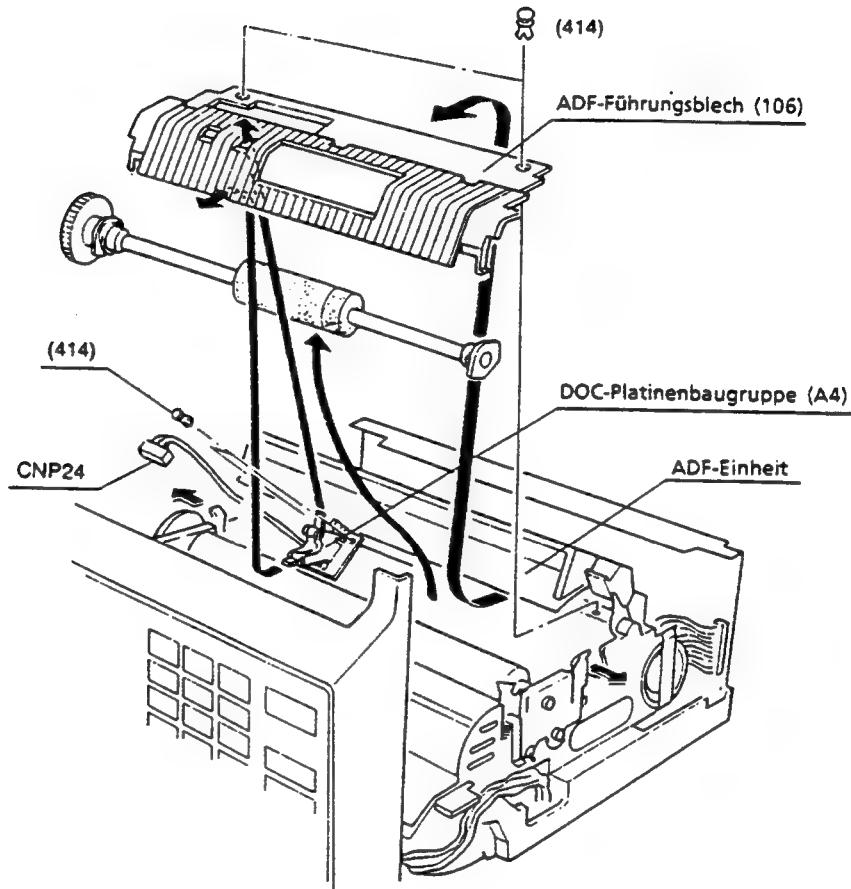

Abbildung 4.3.12
- (5) Entfernen Sie die DOC-Platinenbaugruppe (A4) (siehe Abbildung 4.3.12).
- (6) Entfernen sie die beiden Schrauben (407), die die Blattfedern (122) des Kontaktbildsensors und die Einstellplatte (112) des ADF-Sensors sichern.
- (7) Nehmen Sie den Kontaktbildsensor aus dem Hauptgehäuse heraus und ziehen Sie die Steckverbinder CNP5 und CNP6 ab.
- (8) Der Einbau erfolgt in umgekehrter Reihenfolge.